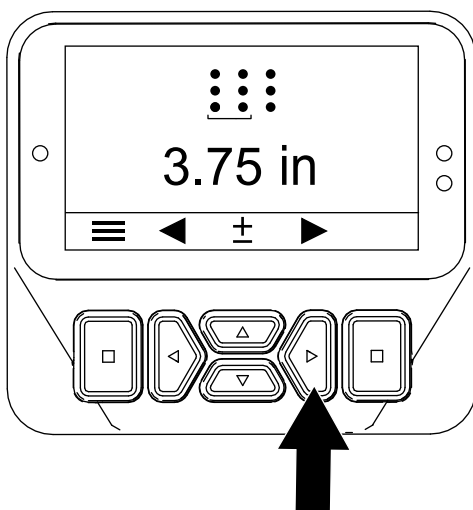

Figura 48
5. Premete il pulsante Destra per visualizzare la schermata Impostazione della distanza tra i fori (Figura 48).
6. Premete il pulsante Destra per visualizzare la schermata Impostazione del diametro delle fustelle (Figura 48).